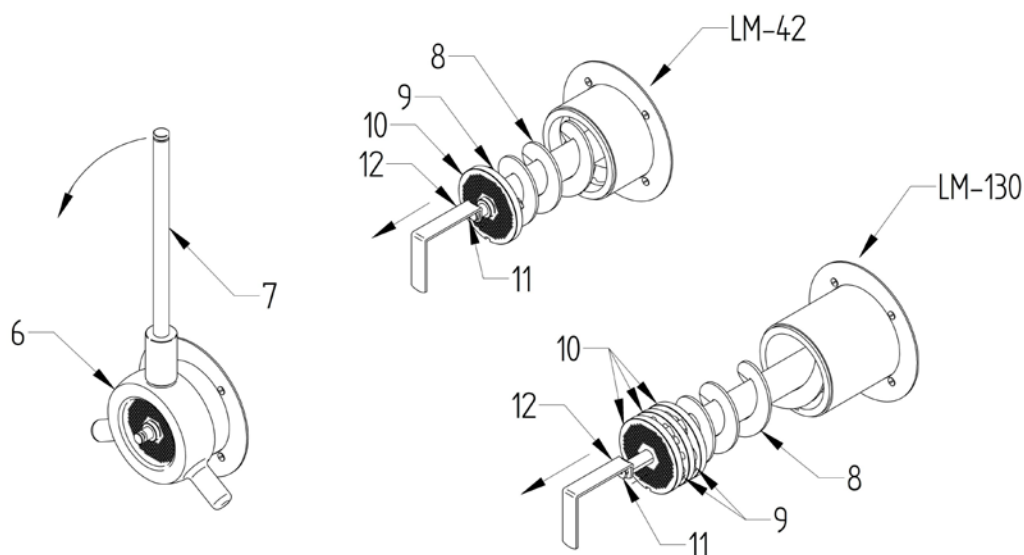

Рисунок 4
1. Отверните гайку горловины (Рисунок 4, № 6) с помощью ключа (№7), вращая против часовой стрелки.